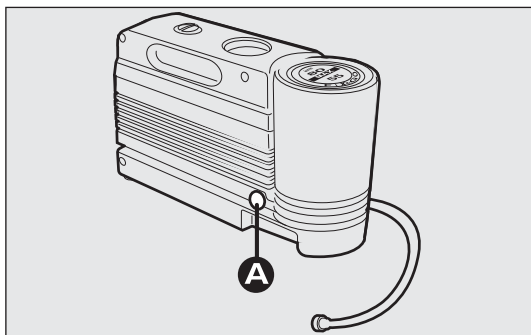

fig. 172
- spingere il tasto A-fig. 172 per il rilascio del ricambio;